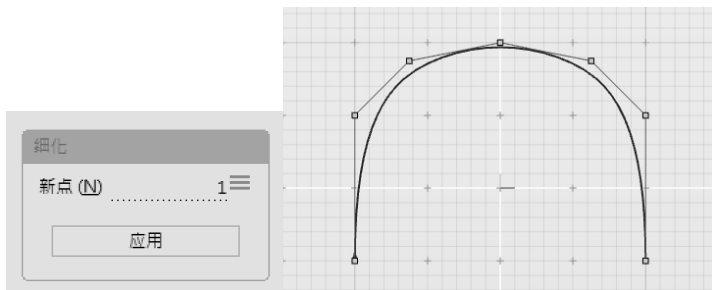

图 3-30 新建曲线结点（左）及获得结果（右）
2) 选中中间两个相邻控制点，在控制面板中单击“细化”按钮，以新建一个结点，如图 3-30 所示。